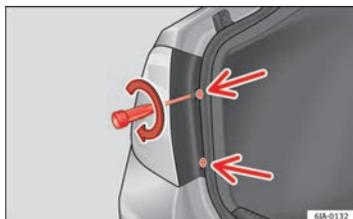

Fig. 161 Montare l'unità posteriore
- Con il cacciavite in dotazione o con una chiave Torx 20 (T20) avvitare (girando in senso orario ⇒ fig. 161) le due viti di fissaggio della zona frontale del fanale. ■